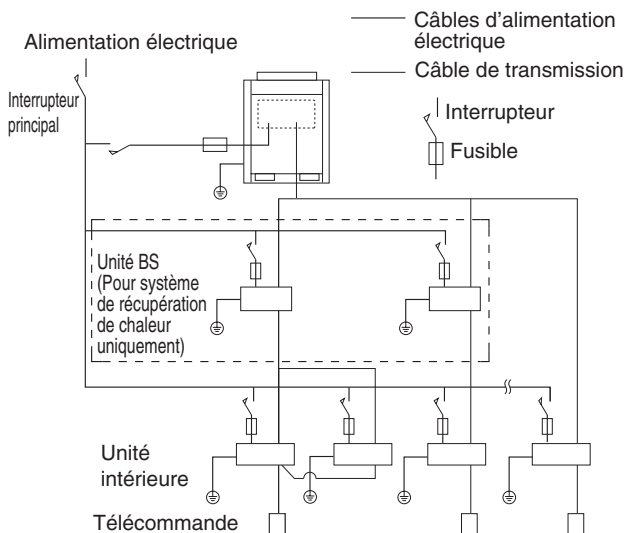

Fig. 25
- Le câblage d'alimentation doit être installé conformément au code local et national en vigueur. Un exemple de configuration de câblage est représenté à la Fig. 25.